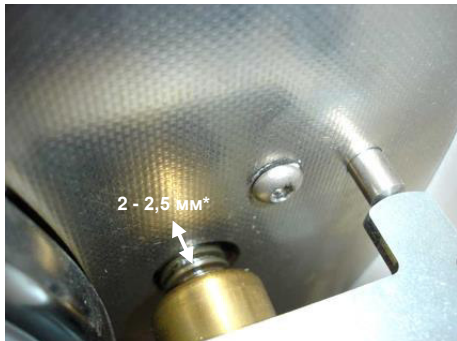

Рис. 2: Дверь герметично закрыта, дверная панель демонтирована
- Регулировка выполняется без пластикового кожуха двери. Зазор между запорной гайкой и лицевой планкой замка должен быть в пределах от 2 до 2,5 мм после начала испытаний вакуумной системы (Рис. 2).